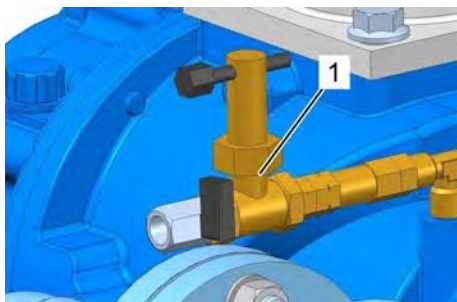

Рис. 42: Шаровой кран
4. Закройте шаровой кран (Рис. 42/1) в шлангопроводе между насосом и компрессором.